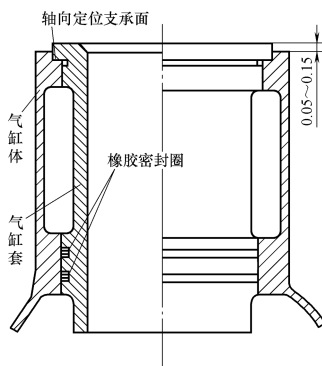

图 1-31 湿式气缸套机体
- 3) 湿式气缸套的外壁与冷却液直接接触, 如图 1-31 所示。